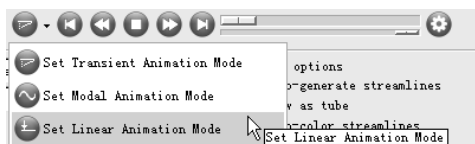
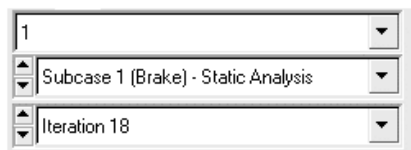

图 8-26 动画模式
图 8-27 选择 Iteration 18
(8) 单击工具栏 Deformed () 按钮。
(9) 在 Result type: 栏中选择 Displacement [v]，在 Scale: 栏中选择 model units，在 Type: 栏中选择 Uniform。
(10) 在 value: 栏中输入 10，即最大位移为 10 个模型单位，其他位移按比例放大。
(11) 在 Undeformed shape: 下面单击 Show 旁的下拉菜单，选择 Wireframe。
(12) 单击 Apply 按钮。窗口图形区出现了模型变形云图，表面是最初的未变形的网格。
(13) 在动画模式中选择 Linear Static，如图 8-26 所示。
(14) 单击 启动模型动画。显示第一个子工况 brake 变形动画，请思考下列问题。
(15) 在 Result browser 中选择 Iteration 18，如图 8-27 所示。